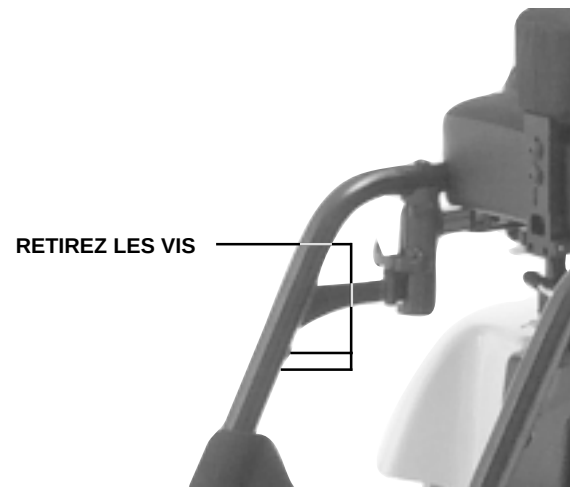

Figure 11. Réglage longueur des repose-pieds
1. A l'aide d'une clé hexagonale de 3/16" retirez les vis d'assemblage. Voir la figure 11.